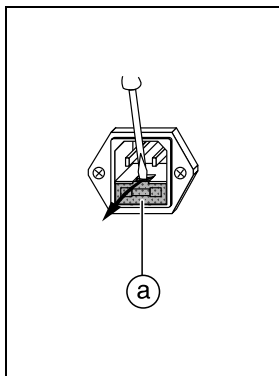

Fig. 2.1
Enlever la cartouche-fusible ① avec le support pour fusible primaire ② et fusible de réserve ③ (fig. 2.1).
Palanquear la pieza ① con montura para fusible primario ② y fusible de reserva ③ (véase la Fig. 2.1).